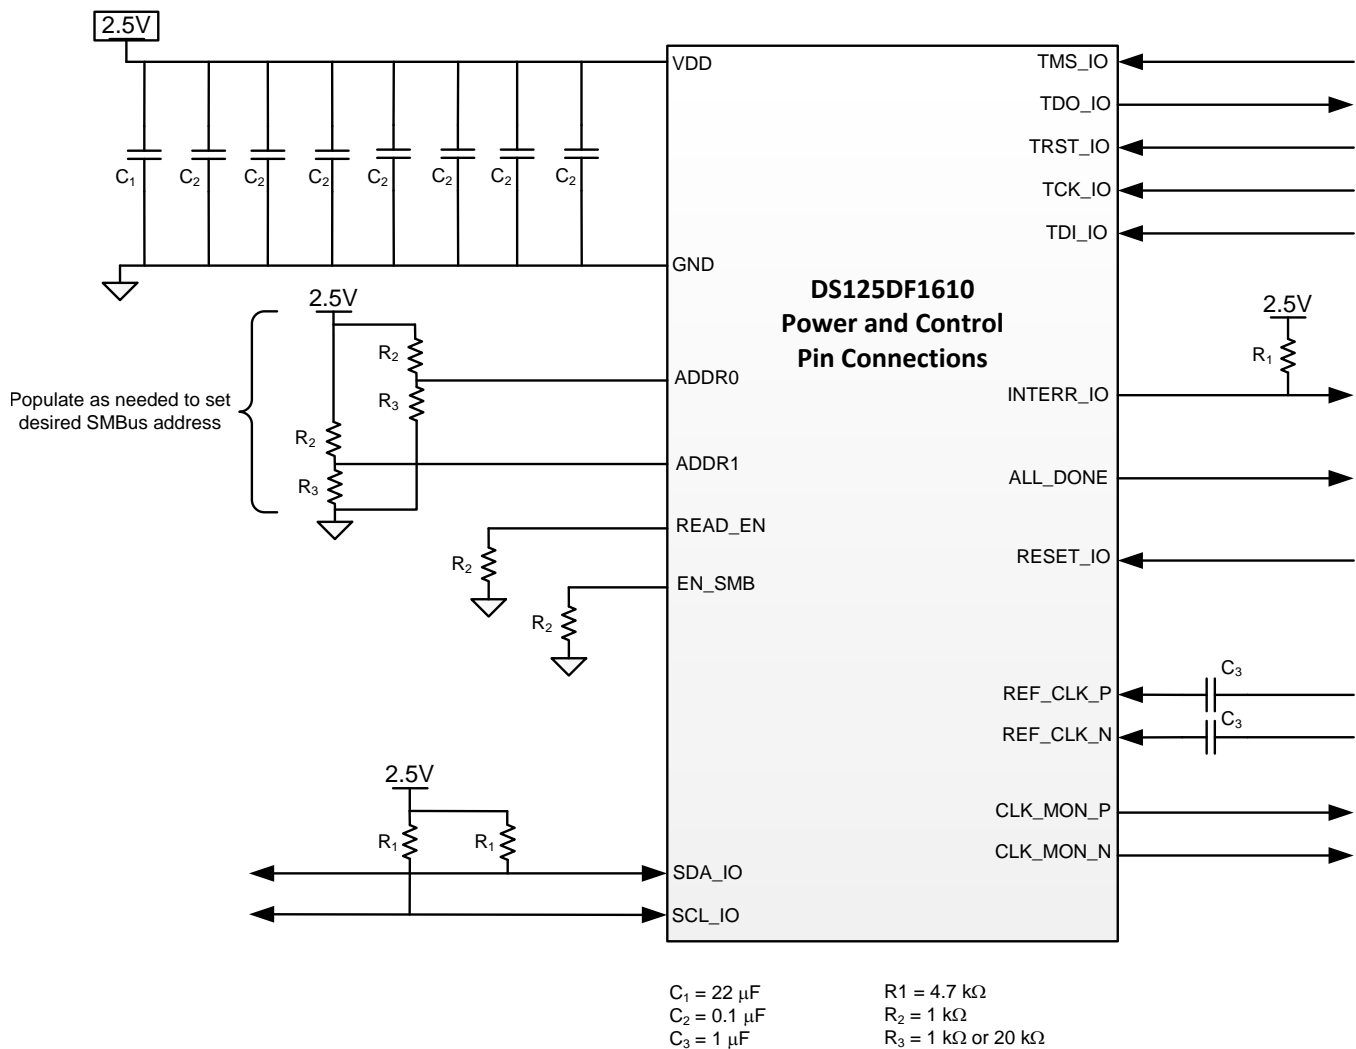
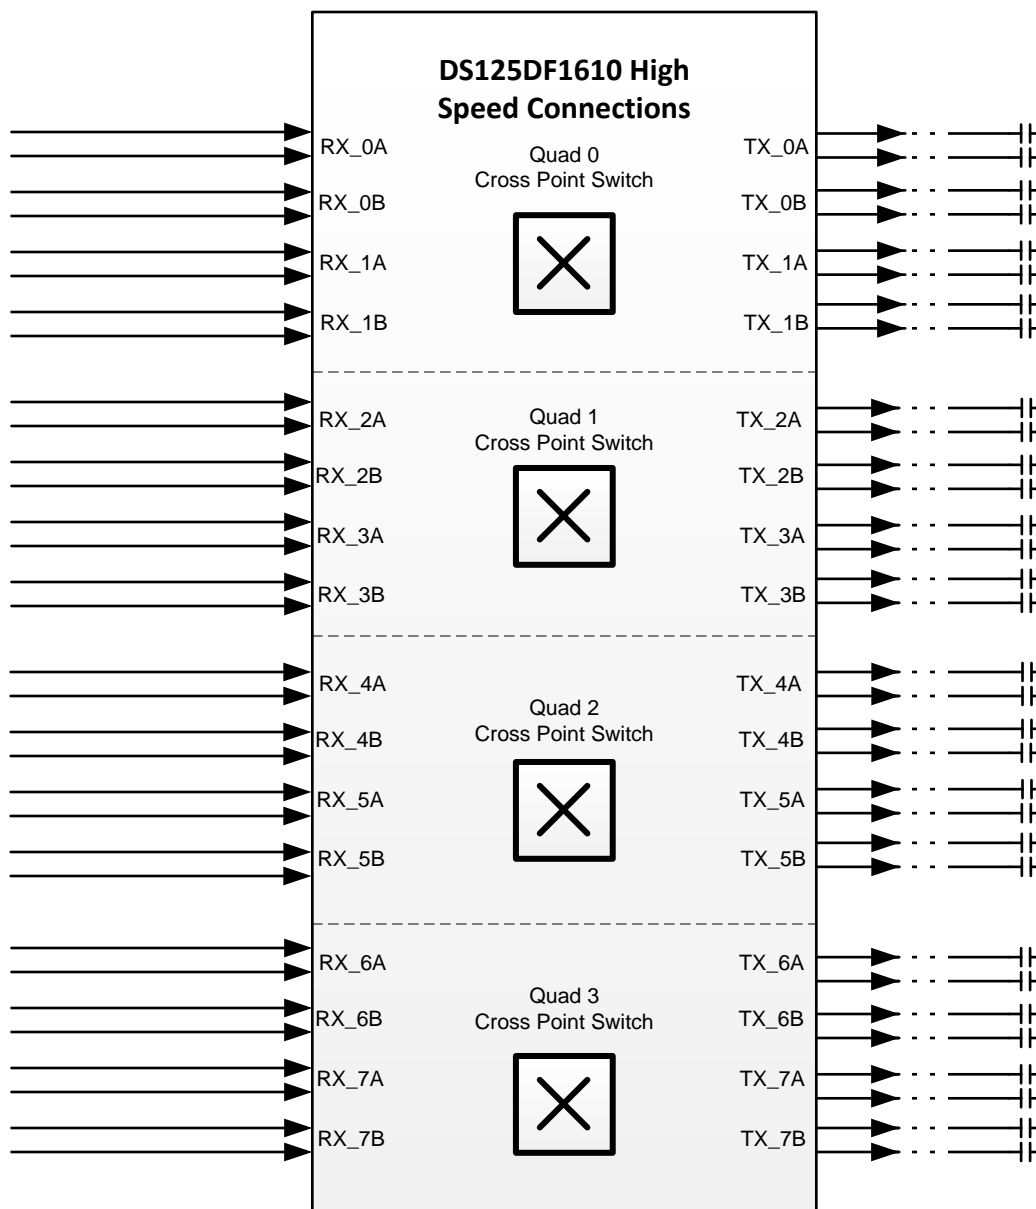

图 6. Typical Connection Diagram: Power and Control Pins
图 7. Typical Connection Diagram: High Speed Signals
图 6 和 图 7 显示 DS125DF1610 的典型应用。在这些图中，DS125DF1610 配置为 SMBus 从模式编程。电源通过 2.5 V 平面为设备供电。图中所示的电源滤波可能需要调整以适应额外的系统电源噪声。SMBus 和 LVCMOS 信号在此示例中使用 2.5 V 逻辑。数字块的差分参考时钟通过 1 μ F AC-耦合电容器施加到设备。在此示例中，高速信号以四组连接，以便系统设计师可以充分利用 4x4 交叉点开关。请注意，由于设备包含 AC-耦合电容器，高速接收器输入可以直接连接到设备。该设备的发射器输出应连接到接收器输入附近的 AC-耦合电容器。
- Compare schematic against the typical connection diagrams in the datasheet, 图 6 and 图 7